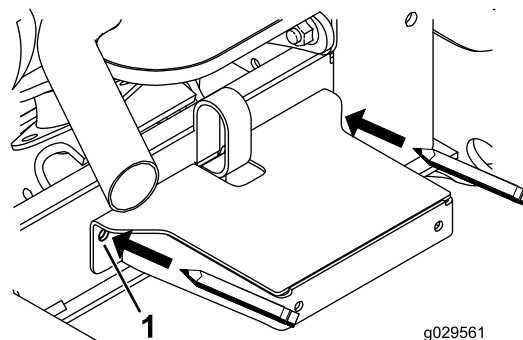

Figura 4
5. Utilize a estrutura como modelo para localizar e marcar os outros dois furos de montagem do guarda-lamas no canal da estrutura (Figura 4).